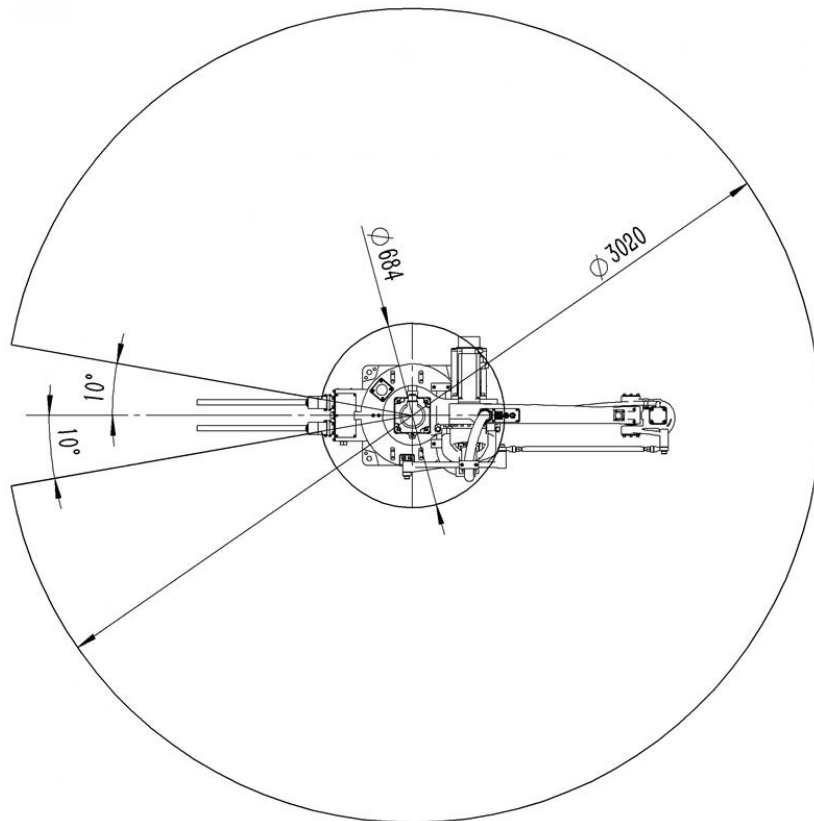
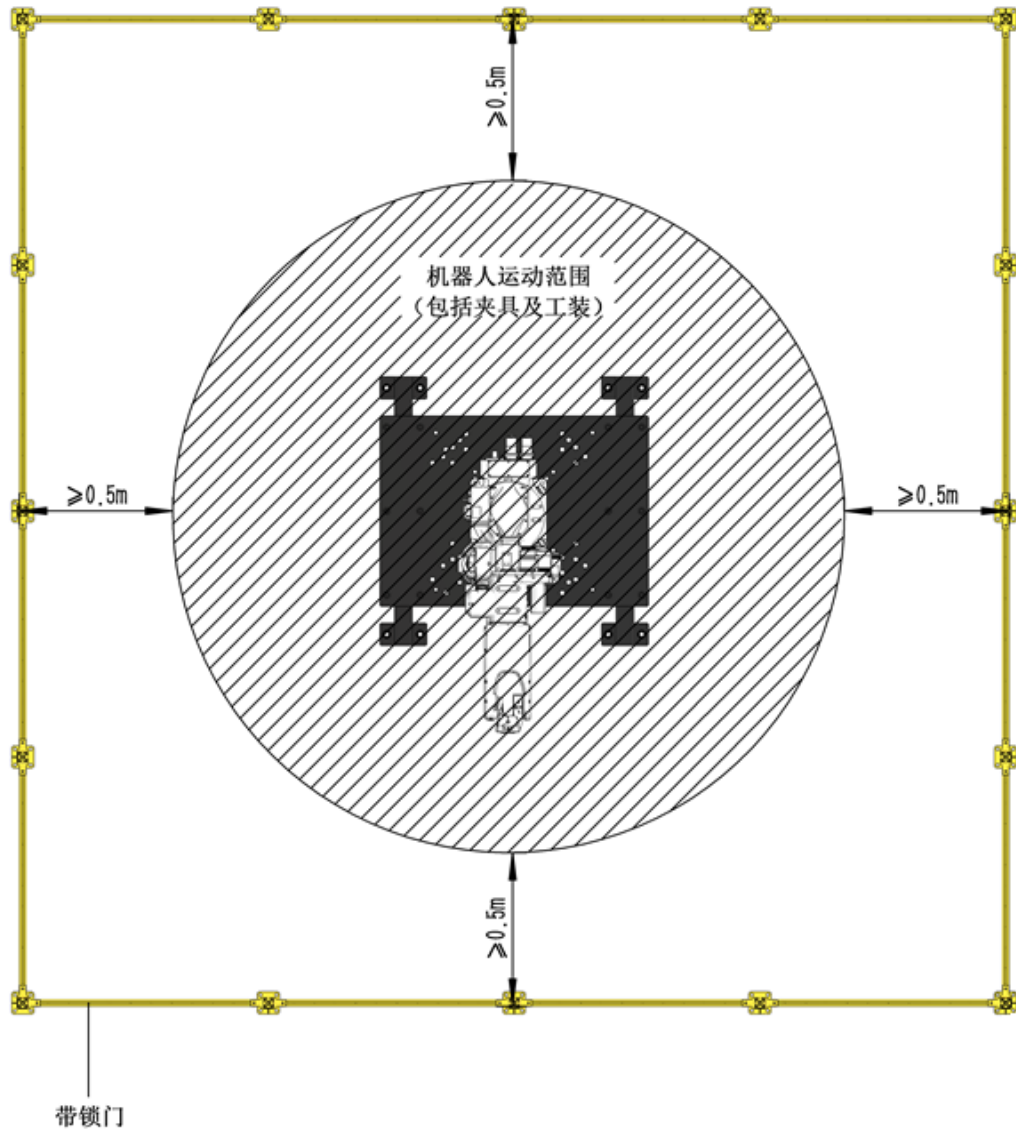

图 2.2 HSR-MD410-1500 机器人工作空间 Diagram 2.2 HSR-MD410-1500 robot work space
图 2.8 安全范围 Diagram 2.8 Safe range
- (3) 安全围栏范围可参考如图 2.8，机器人运动范围参考图 2.2，夹具及工件根据客户实际情况。